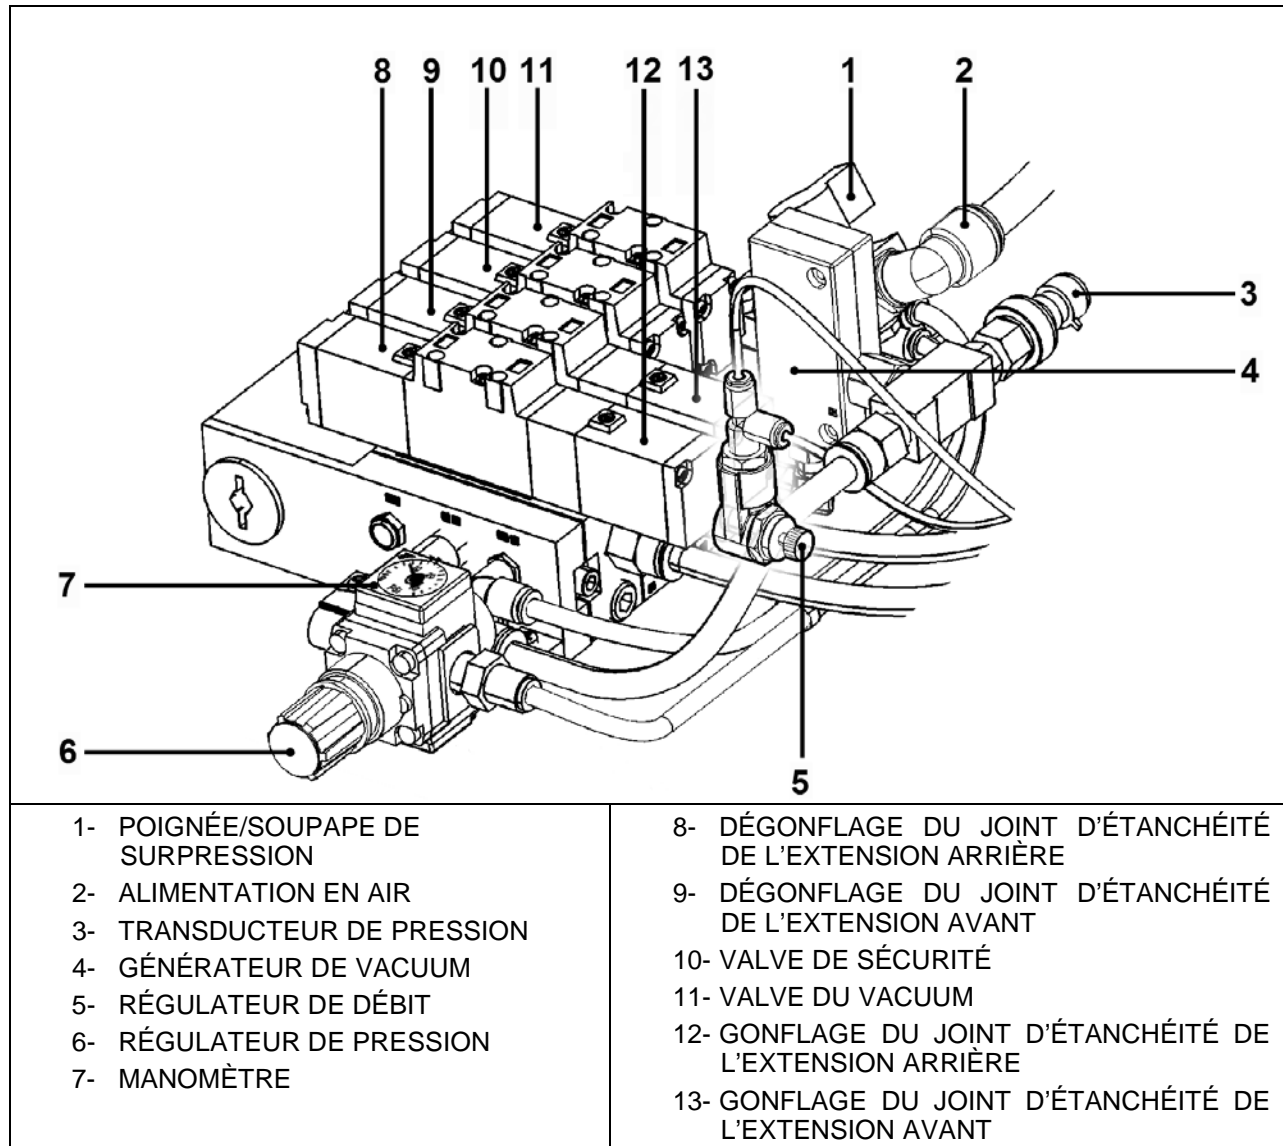

FIGURE 32: PANNEAU DES COMPOSANTS PNEUMATIQUES
La conduite d'alimentation du panneau des composants pneumatiques (item 2, Figure 32) est connectée à la soupape d'admission de pression d'air sur le panneau pneumatique dans le compartiment de service avant.
Le joint gonflable doit être dégonflé lors du déplacement manuel de la rallonge coulissante pour entretien. Dégonfler complètement les joints gonflables en faisant tourner la poignée de la soupape de détente dans le sens horaire (voir Figure 32, Item 1).
1. Dégonfler complètement le joint pneumatique en faisant tourner la soupape d'arrêt dans le sens horaire (Item 1, Figure 32). La pression sur le cadran doit indiquer 0 psi.